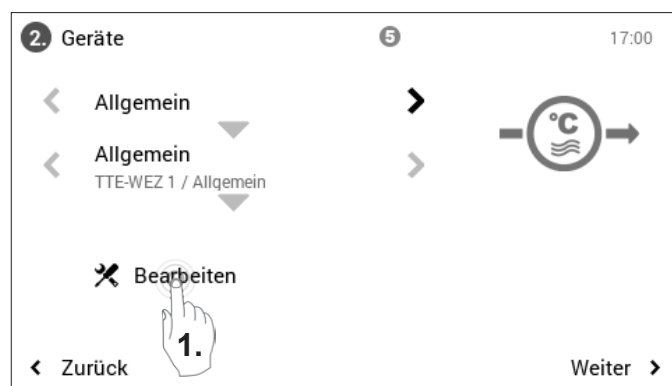

Bild 15
1. Über «Bearbeiten» die erste Funktion bearbeiten (Bild 15)
3. Blättern zur nächsten Funktion bis alle Funktionen bearbeitet wurden (Bild 15)
4. Blättern zur nächsten Funktionsgruppe (Bild 15), mehr dazu in Kapitel 3.2